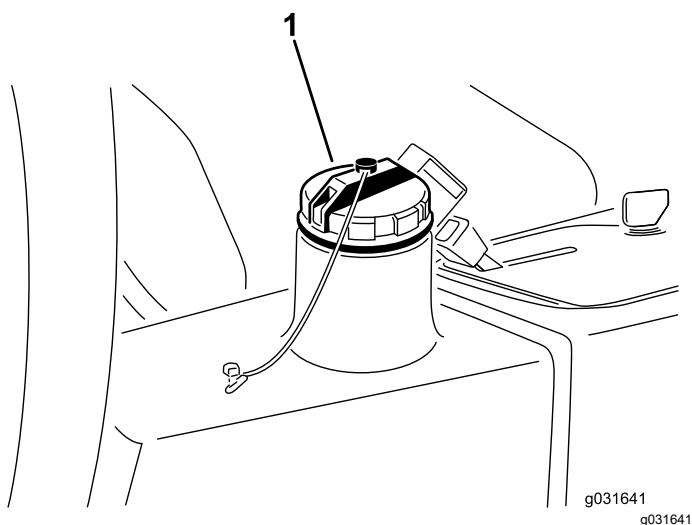

Figura 65
4. Llene el depósito (Figura 65) con aproximadamente 13,2 litros de fluido hidráulico; consulte Especificación del fluido hidráulico \(página 60\) y Comprobación del nivel de fluido hidráulico \(página 61\).